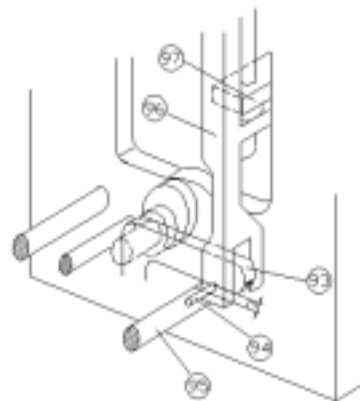
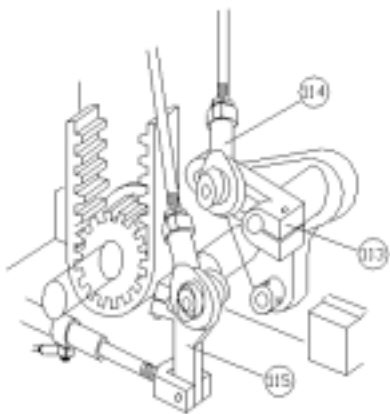
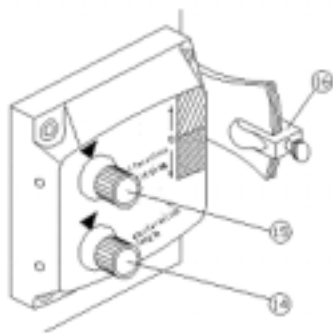
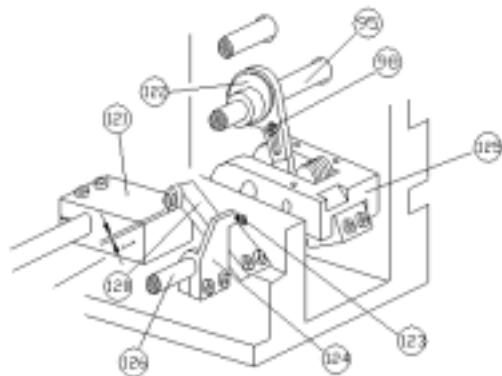

Fig. 28
Fig. 44
Fig. 46
Fig. 47
- (e) Qúitese el alfiler sintonizando (94) de la puntada alargando palanca (96) y la palanca de unidad de disco de ajuste de punto (93). Fig. 28.
El movimiento de los pies debe ser coordinado y decorado en el centro con el respeto al perro de forraje by means of la palanca de transporte tenedor -shaped (110) y cambiando el puesto de la articulación (110) en el hueco de la palanca de movimiento de pie de presión (113). El tornillo para ajustar el puesto de la articulación (114) es accesible del agujero en el equipo a la derecha del banco. Fig. 44.
Este ajuste es llevado by means of la palanca de unidad de disco de elevador de pie de presión, que puede ser alcanzado retirando la tapa sobre la parte trasera del brazo. Ponga una pieza de tarjeta o papel doblado debajo de los pies de presión. Con el disco de marcar clasificado para el ajuste de la longitud se vuelta totalmente en una dirección en sentido contrario a las agujas del reloj, haga 11 hoyos con una distancia de 16 mm entre el primero hoyo undécimo. Arregle el registro de alto más bajo (98) para la duración de punto mínima contra la palanca sintonizando (97). Entonces/luego ponga el disco de marcar en "0" y ajuste el tornillo disco de marcar sujetar con abrazadera. Fig. 28 & FIG.46. Gire el disco de marcar en sentido de las agujas del reloj hasta que el vernier es en el puesto 81/2. No ponga el disco de
marcar más allá de este puesto nunca. Arregle el registro de alto superior (99) para la duración de punto máxima contra la palanca sintonizando. Fig. 28. De este modo el transporte principal es ajustado. La máquina puede coser con una puntada de sillín y la longitud de la puntada puede ser modificado a voluntad entre a minimum of 1.6 milímetros y a maximum of 6.3 milímetros. N.B. - los ajustes adicionales puede ser hecho con el propósito de que la máquina puede ser puesta a los usos diferentes en relación con la multitud de las aplicaciones posibles.
Gire el disco de marcar de rectificación de punto clasificado (15) hasta donde entrará en una dirección en sentido de las agujas del reloj. Ponga el vernier sobre ((0)), arréglole en este puesto, y luego gire el disco de marcar hasta donde entrará en una dirección en sentido contrario a las agujas del reloj. Fig. 46. Gire el disco de marcar de longitud de punto clasificado (14) en una dirección en sentido de las agujas del reloj y póngalo en la longitud máxima. Ajuste los tornillos de la palanca de rectificación de punto (120) así que eso poder ser puesto a mano en una distancia del registro de rectificación (121). Fig. 47. Gire la mano - rueda hasta que el barra de aguja contacta su L.D.C. en el segundo ciclo. Con la aguja prohíba el excéntrico de rectificación de punto (122) en su L.D.C. lugar en el puesto en el que la palanca de rectificación de punto (120) no se mueve cuando el puesto de la palanca de cambio completo (16) sobre la caja de ajuste es invertido repetidamente.
Verifique que el excéntrico (122) y el rod sintonizando todavía están en la línea antes de ajustar los tornillos del excéntrico. Arregle el invertir palanca (16) en el puesto más bajo by means of el tornillo con la cabeza knurled. Fig. 46. Afloje los tornillos sujetar con abrazadera de la palanca de rectificación de punto (120) y la registro de rectificación (121).
Con el barra de aguja todavía a su L.D.C. en el segundo ciclo, colocar el llevar de la palanca de rectificación de punto (120) cierto eso la línea del contacto zxiTAB con el registro de rectificación del que bloque (121) es 1 mm el primero va avanzando del registro mismo, y luego ajusta los tornillos del bloque de registro de rectificación completamente. Fig. 47. Gire el tornillo de ajuste (123) en la palanca de mostrador hasta el final de su proyecto de pierna aproximadamente 1 mm de la palanca de mostrador (124). Bloquee el tornillo con su nuez de cerradura. Con el barra de aguja a su L.D.C. en el 2nd ciclo, y guardar el tornillo de ajuste (123) de la palanca de mostrador concluir contra la palanca de rectificación de punto (120), cambie de lugar ambas palancas y ajuste los tornillos sujetar con abrazadera de la palanca de mostrador en el puesto en el que hay una distancia de 1.5 mm entre el comportamiento y el registro de rectificación (121). Haga agujeros ahora en una pieza de tarjeta. Haga esta
- (b) Gire la mano - rueda para traer la palanca de rectificación de punto (120) en el puesto de la intervención máxima, con el comportamiento en contacto con el bloque de registro de rectificación (121), y afloje los dos tornillos de la palanca de unidad de disco de cambio completo (115). Fig. 44.
- (c) Cambiar de lugar el soporte de rectificación (125) hacia el eje principal más bajo (95) causa el punto corregido breve más largo en la secuencia de ((B)) y el más breve en la secuencia de ((T)).
- (d) Cambiar de lugar el soporte de rectificación (125) hacia el eje (126) de palanca de rectificación causa el punto corregido breve más breve en la secuencia de ((B)) y el más largo en la secuencia de ((T)). El efecto de estos ajustes puede ser visto observando las diferencias que causan al puesto de la palanca punto - alargar (96) conectado con la palanca de unidad de disco de ajuste de punto (93) fácilmente. Fig. 28.
- (e) Después de hacer la corrección necesaria ajuste los dos tornillos de la palanca de unidad de disco de cambio completo (155). Fig. 44. El último ajuste ser hecho es la longitud mínima del punto corregido breve.
- (f) Gire la mano - rueda para traer la palanca de rectificación de punto (120) en el puesto más delantero en el comportamiento contra el bloque de registro de rectificación (121).
- (g) Afloje la tuerca de cierre del tornillo de ajuste (123) y los dos tornillos sujetar con abrazadera de la palanca de rectificación de punto (120).
- (h) Girar el tornillo de ajuste (123) en una dirección en sentido de las agujas del reloj acorta el punto corregido breve, mientras que girarlo en la dirección en sentido contrario a las agujas del reloj alarga la idea corregida breve.
- (i) Asegúrese que el tornillo de ajuste (123) es girado con el llevar de la palanca de rectificación (120) empujada al lado del bloque de registro de rectificación (121). Después de se adaptar, arregle el tornillo de ajuste con su nuez de bloque y bloquee los tornillos de la palanca de rectificación de punto (120) mientras este descansa contra el bloque de registro de rectificación (121). Fig. 47.